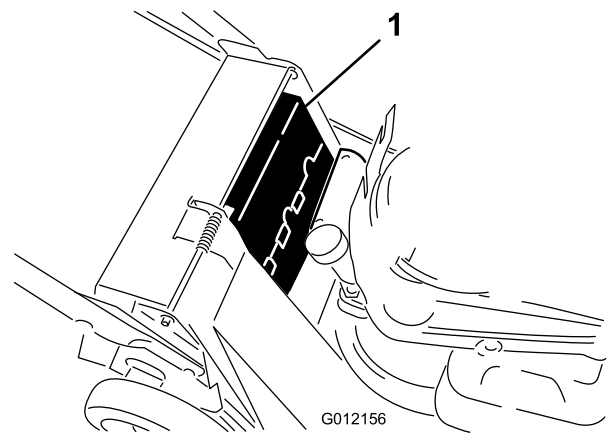

Figura 26
6. Retire la cubierta superior de la correa (Figura 26).